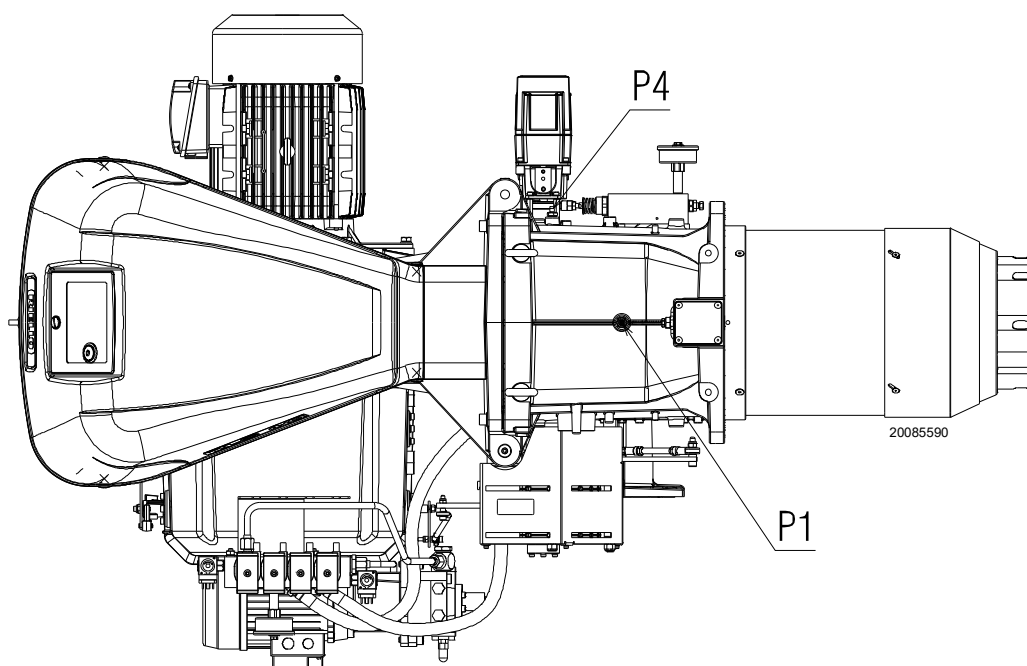

Fig. 24
Pression gaz mesurée à la prise P1)(Fig. 24), avec:
- soustraire de la pression du gaz à la prise P1) (Fig. 24) la pression de la chambre de combustion.
Pression de gaz à la prise P1) (Fig. 24) = 29,4 mbar
Pour connaître la pression de gaz nécessaire sur la prise P1)(Fig. 24), une fois établie la puissance MAX. à laquelle on veut faire fonctionner le brûleur:
- Lire sur la droite, colonne 1, la pression à la prise P1) (Fig. 24).
Pression nécessaire à la prise P1) (Fig. 24).